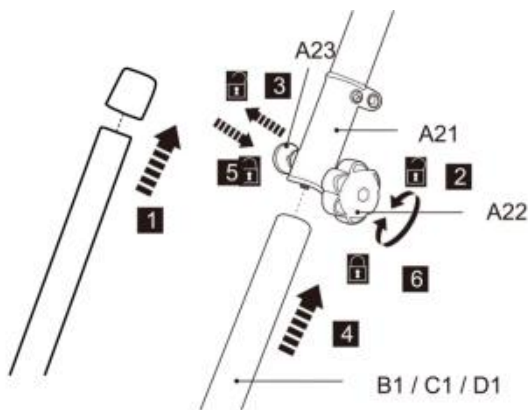

Fig. 3
12. Verwijder de vooraf bevestigde beschermkap van de onderste paal (B1/C1/D1) (Fig.3 , stap 1) .
13. Draai de vergrendelknop (A 22) los , maar verwijder e niet volledig (Fig.3 , stap 2).
14. Lijn de onderste paal (B 1/C 1/D 1) uit en steek deze in de borghuls (A 21), terwijl u aan de veer trekt bout (A 23) (Fig.3 , stap 3 en 4) .
15. Draai de onderste paal lichtjes om het gat op één lijn te brengen met de veer bout (A23) . Laat de veer los bout daarna om de onderste paal op zijn plaats vast te zetten. Zorg voor de veer De bout klikt in het gat (Fig.3 , stap 5) .
6. Draai de vergrendelknop (A 22) vast om de verbinding vast te zetten (Fig.3 , stap 6) .